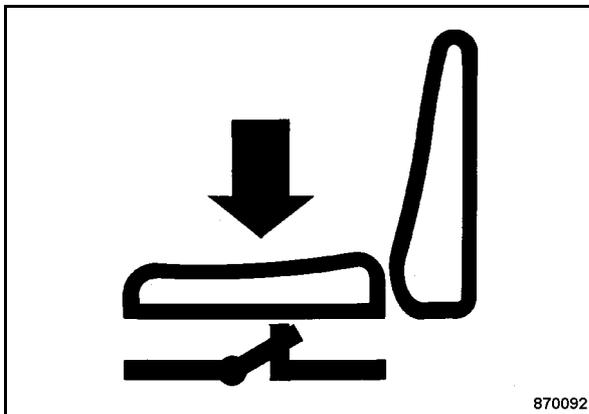

fig. 40
- S'installer sur le siège conducteur (fig. 40) et, le cas échéant, abaisser l'accoudoir.